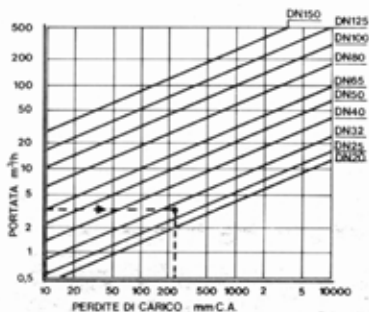

Fig. 11 - Diagramma  $\Delta p$ /portate per le valvole a 3 e a 4 vie
**Dimensionamento mediante diagramma** (ved. fig. 11) il diametro della valvola è quello indicato dall'incrocio fra le rette relative ai valori di  $\Delta P$  e di portata.